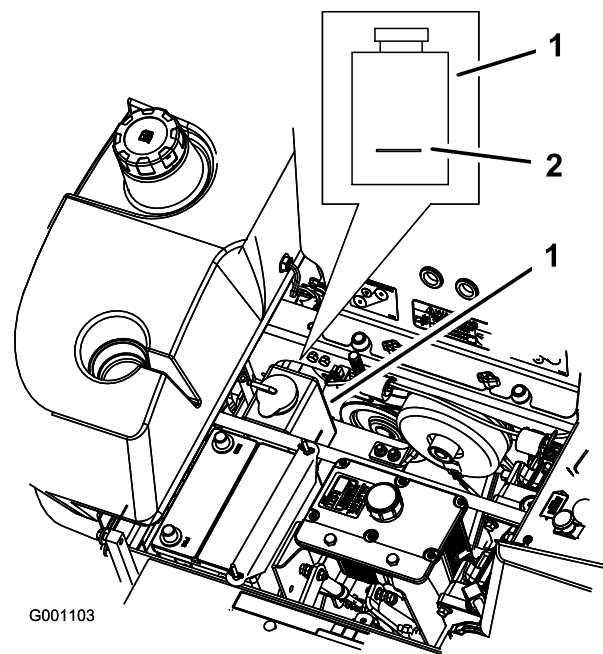

Figura 66
3. Con el motor frío, compruebe el nivel del depósito de expansión. El nivel de líquido debe llegar a la línea en relieve en el exterior del depósito de expansión (Figura 66).
4. Si el nivel de refrigerante es bajo, añada una mezcla al 50% de anticongelante de larga vida/Dex-Cool® y agua al depósito de expansión (Figura 66).
5. Añada la mezcla al 50% de refrigerante al depósito de expansión y llénelo hasta la línea marcada en el depósito (Figura 66).